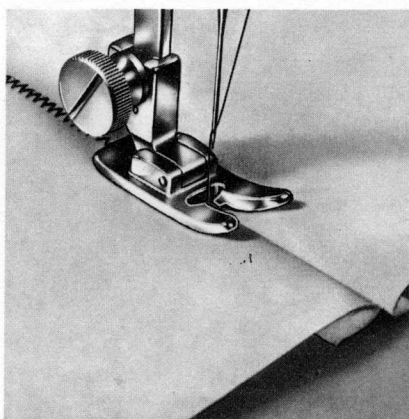

FIG. 47
**3/B-7** Pour régler la machine, procéder comme pour les opérations 3/B-1, 3/B-2, 3/B-3, 3/B-4, aux pages 21 et 22. Guider les toiles sous le pied-presseur comme il est indiqué à la fig. 47.